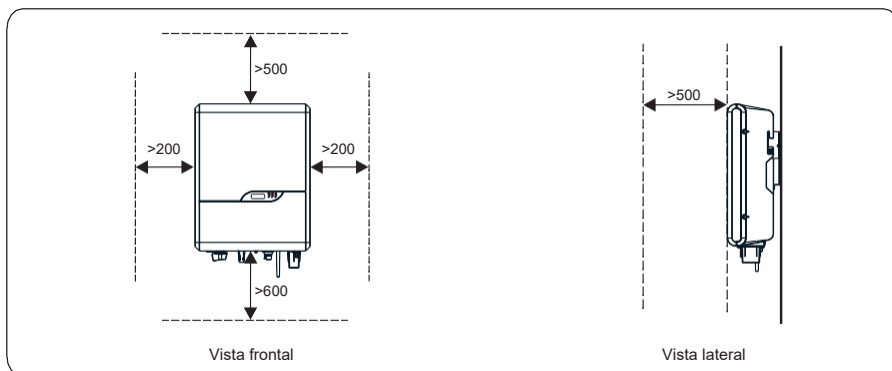

Figura 4.4 Requisitos de espacio para la instalación (unidad: mm)
- b. Deje espacio libre suficiente alrededor del inversor para asegurarse de contar con espacio para realizar la instalación y para garantizar la disipación del calor, tal como muestra la figura 4.4.